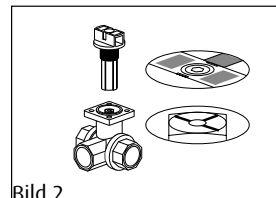

Bild 2
Stellung  bringen (Bild 2 links).
5. Drehwelle so einsetzen, dass die Markierungen auf der Spindel des Kugelhahns und auf dem Kopf der Drehwelle übereinstimmen (Bild 2 rechts).